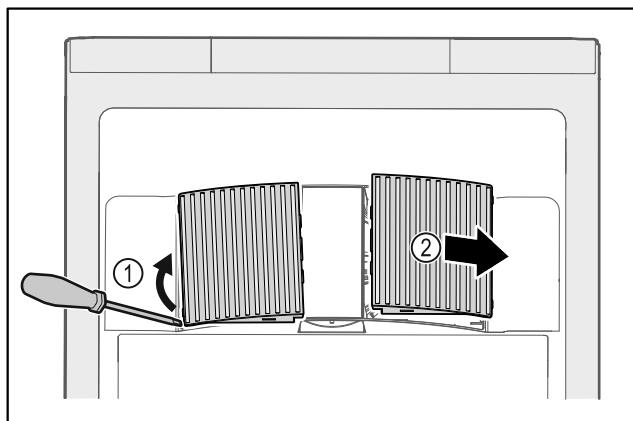

Fig. 141
- ▶ Ostrożnie podważyć osłony wentylatora z boku Fig. 141 (1) i zdjąć do przodu Fig. 141 (2).